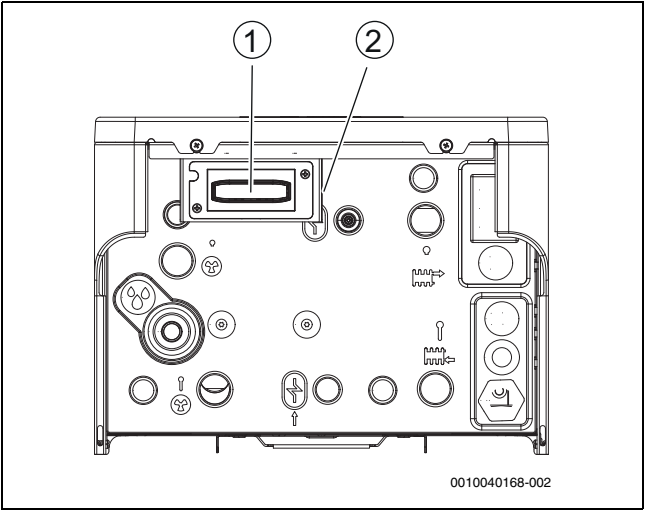

Bild 12 Connect-Key aufstellen
1. Hebel ausklappen (→[2], Abb. 12).
2. Modul in den Halter einsetzen (→[1], Abbildung 12).